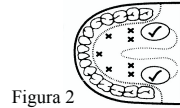

Figura 2
a) Uso Oral: Coloque el termómetro bajo la lengua como se indica por la posición “✓” como se muestra en la Figura 2. Cierre la boca y respire por la nariz para evitar que la medición sea influenciada por el aire inhalado o exhalado. Se considera temperatura normal entre 35,7 °C y 37,3 °C.